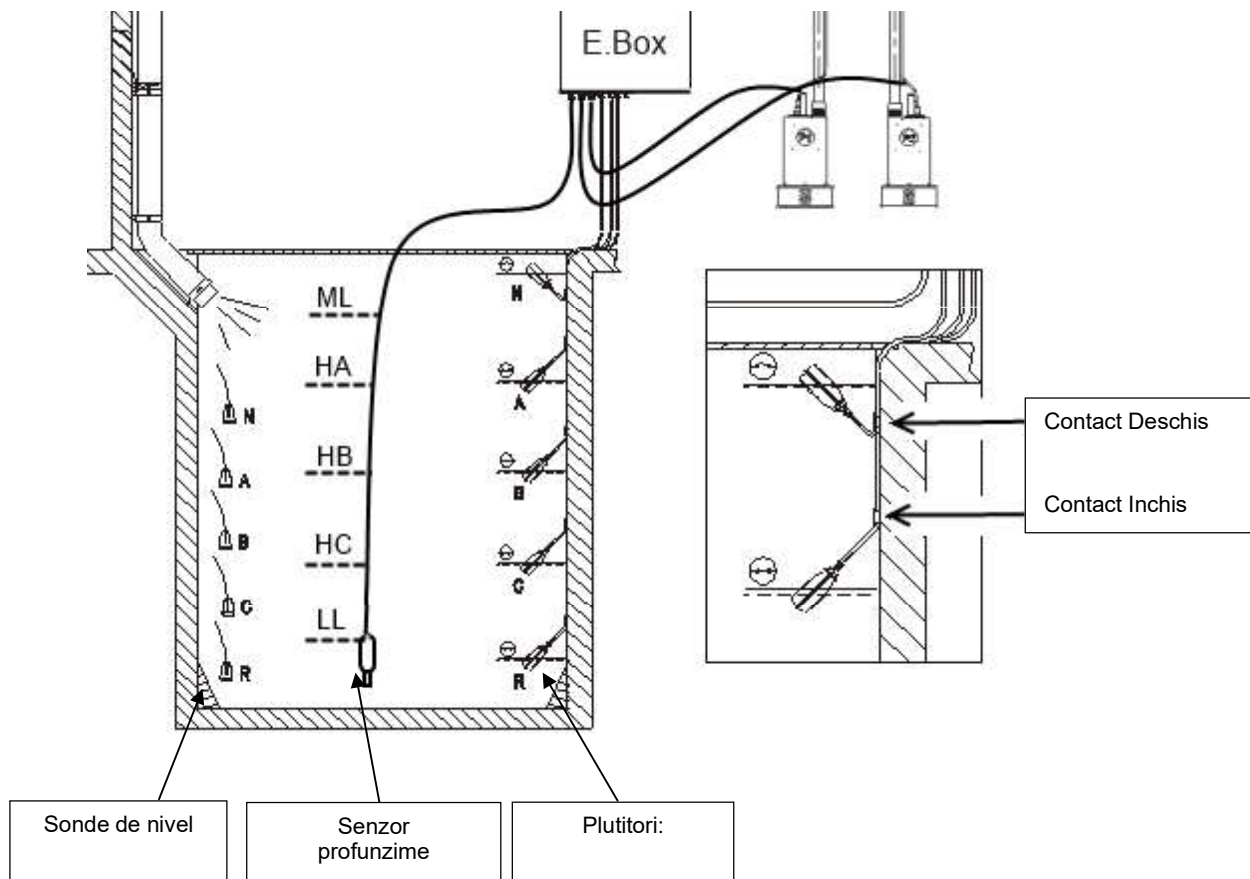
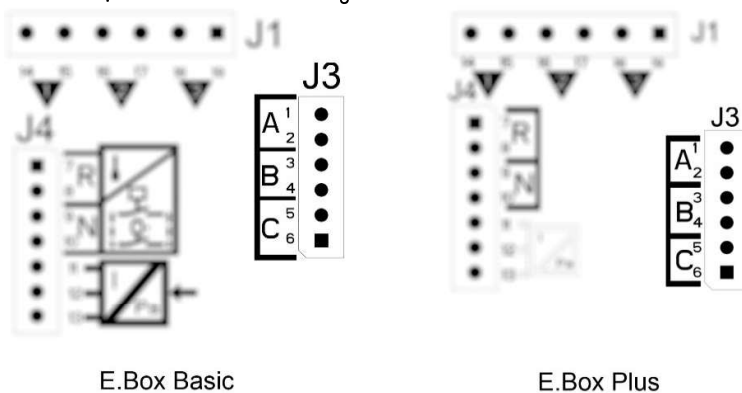

Figura 19: Schema intrări sistem de umplere
Figura 22: Intrări
- **Sistem cu 2 plutitori:** in acest caz se utilizează intrările B și C (A nu trebuie folosită). Plutitorii in bazin se poziționează ca in Figura 19. Pentru instalația electrică a se vedea Figura 22.
- **Sistem cu 2 sonde de nivel:** in acest caz se utilizează intrările B și C (A nu trebuie să fie conectat cu punți). Sondele de nivel din bazin se poziționează ca in Figura 19. Pentru instalația electrică a se vedea Figura 22.
- **Sistem cu 3 plutitori sau sonde de nivel:** in acest caz se utilizează intrările A, B și C. Plutitorii sau sondele de nivel sunt poziționate ca in Figura 19. Pentru instalația electrică a se vedea Figura 22.